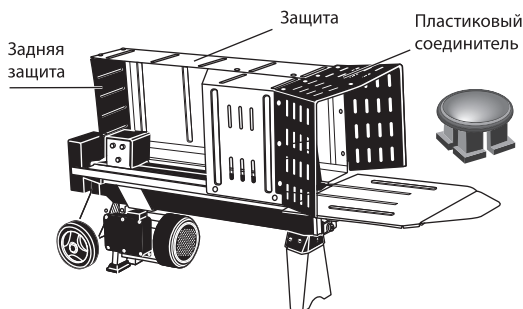

Рис. 4
6. Убедитесь, что отверстия левого и правого защитных кожухов совпадают с отверстиями защиты, используйте 12 пластиковых соединителей для соединения правой и левой защиты. Затем используйте пластиковые соединители, чтобы подсоединить правую защиту и задний щиток вместе (рис. 4).